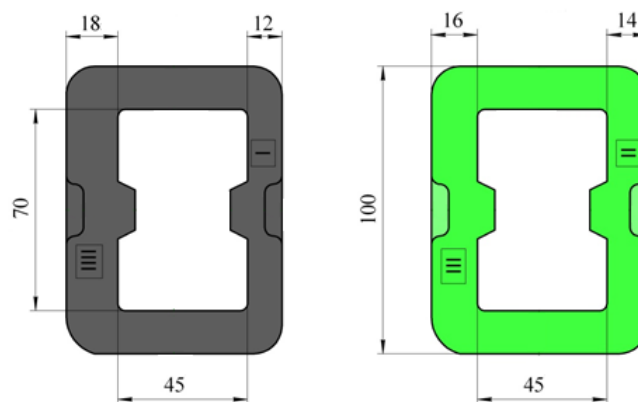

Рисунок 6. Втулки регулирующие
– две регулирующие втулки чёрного и зелёного цвета (рис. 6).